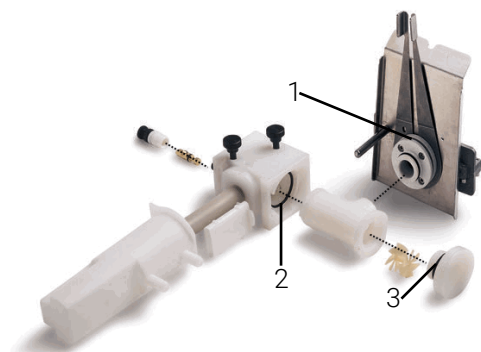

Figura 4. Cámara de nebulización y quemador desmontados, donde:
- Hay tres juntas tóricas dentro del quemador, la cámara de nebulización y el tapón (consulte Figura 4)